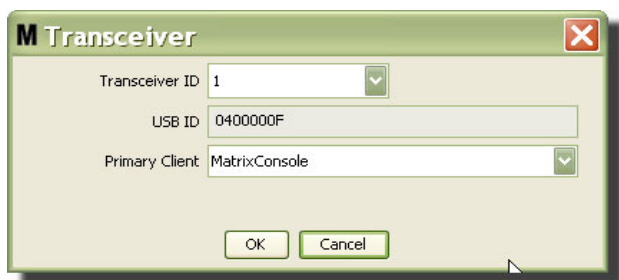

Рис. 63
3. Появится окно для внесения изменений (Рис. 63). В поле «Transceiver ID» [ИД приемопередатчика] можно изменить идентификатор, назначенный приемопередатчику. Поле «USB ID» [ИД USB] в этом окне нельзя редактировать. Оно существует для дополнительных сведений.